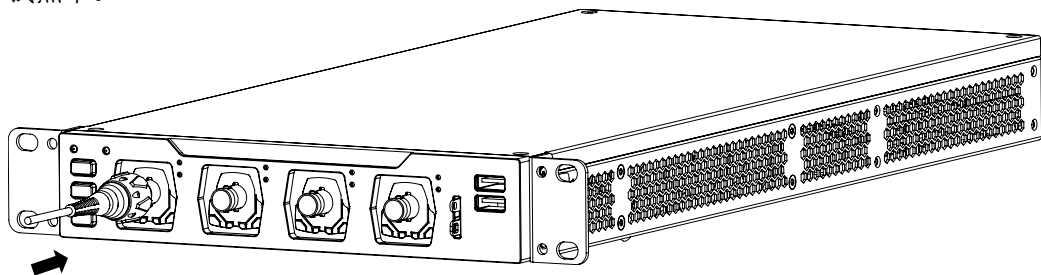

图 1-5 连接无源探头
1. 将探头的 BNC 端连接至示波器前面板的模拟通道输入端，如图 1-5 所示。